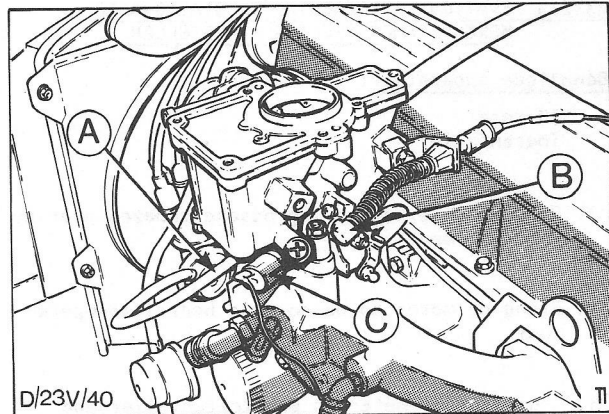

Fig. 42 Onderdelen die voor het verwijderen van de carburateur moeten worden losgemaakt.
5. Maak de voedingsdraad van de solenoïdeklep los; Fig. 42.